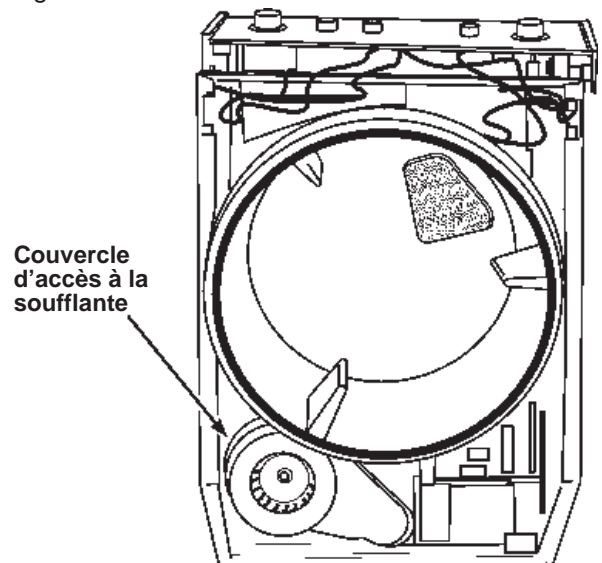

Figure 8
1. Déposer le couvercle d'accès à la soufflante. Voir la Figure 8.